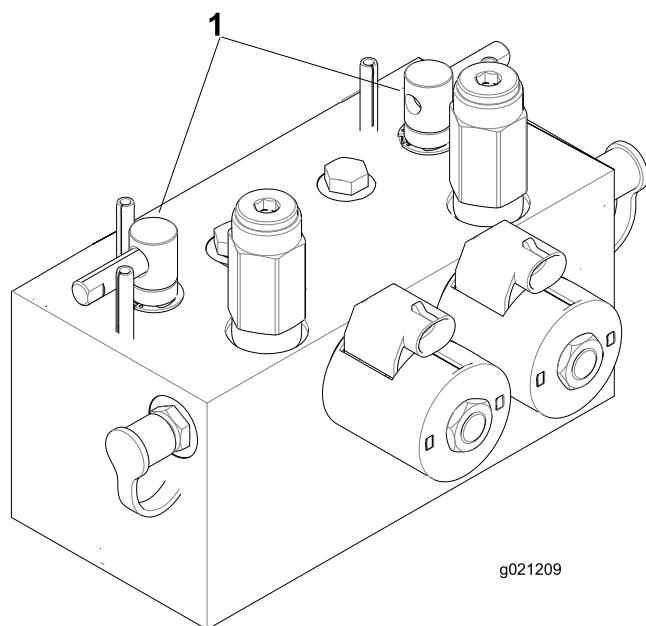

Bild 76
2. Entriegeln und klappen Sie den Sitz hoch, um die Läpphebel frei zu legen (Bild 76).
5. Wählen Sie entweder den vorderen, hinteren oder beide Läpphebel aus, um festzulegen, welche Geräte geläppt werden (Bild 76).